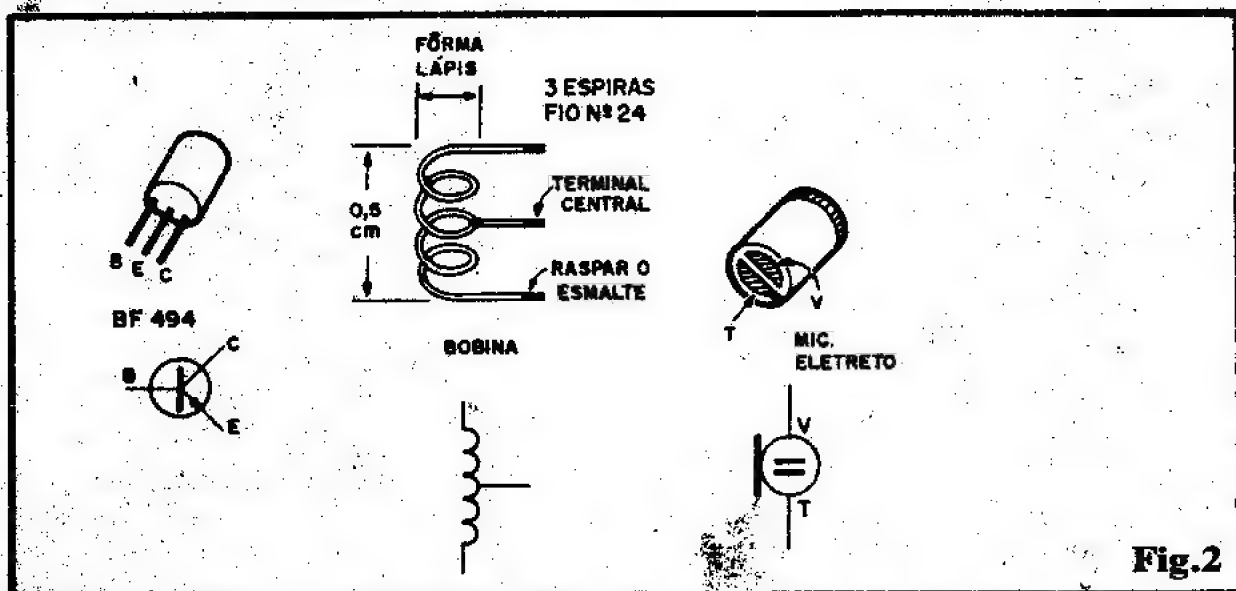
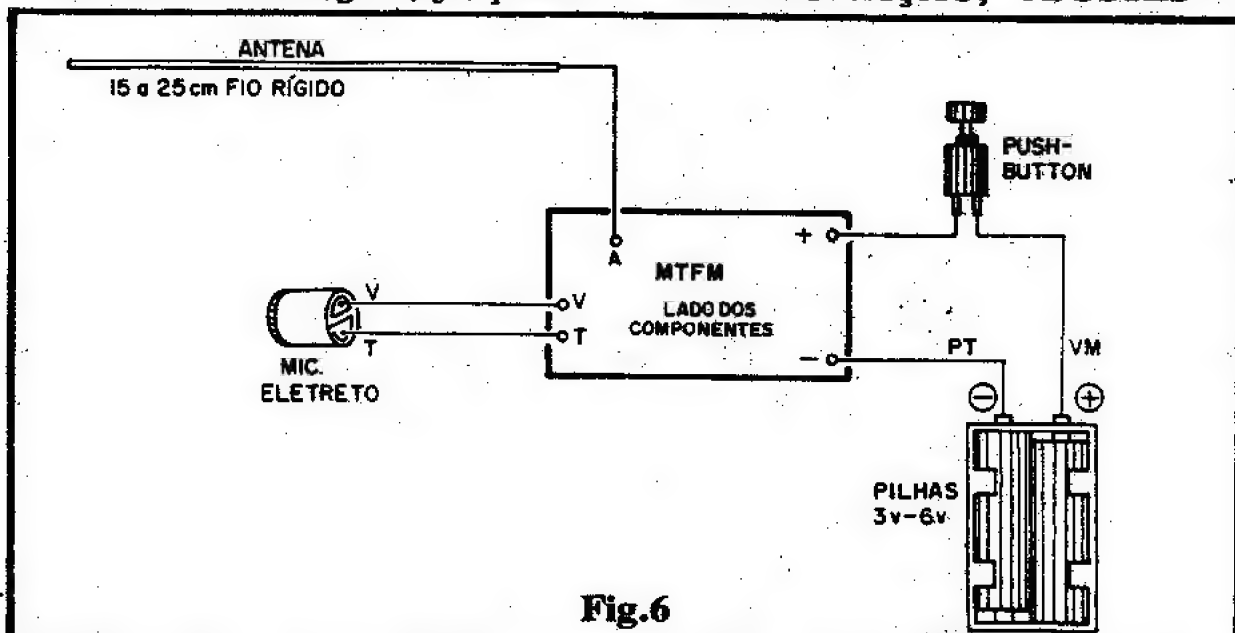

Fig.2
Fig.6
- **FIG. 2 - PRINCIPAIS COMPONENTES** - O diagrama mostra alguns dos principais componentes da montagem, em aparências, símbolos, pinagens e outros deta-
comprimento das tais "sobras" deixadas nas extremidades... Observar que todos os três terminais da bobina devem ter o esmalte raspado, senão a solda "não pega", causando má (ou nenhuma...) conexão elétrica, o que certamente obstará o funcionamento do circuito! Muita atenção a esse ponto... Finalmente, ainda na fig. 2, temos o microfone de eletreto, que mostra, na sua base, contatos polarizados, um "vivo" (V) e um "terra" (T), que devem ser previamente identificados pelo montador, uma vez que - se forem ligados invertidos ao circuito, não haverá captação do som...
- Posicionamento da bobininha, cujo comprimento total poderá ser levemente “puxado” (esticado), de modo a completar cerca de 0,5 cm. (rever fig. 2), com o que os terminais “baterão” direitinho com os respectivos furinhos da placa...
**- FIG. 6 - COMPONENTES E CONEXÕES EXTERNAS À PLACA** - Ficam fora da plaquinha, os seguintes itens: antena (não mais do que um pedaço de fio rígido, 15 a 25 cm., ligado ao ponto “A” por um pedacinho de fio flexível, ou mesmo diretamente...), o microfone de eletreto (atenção à identificação dos terminais - ver fig. 2 - e sua correspondência com a codificação “V” e “T” da placa), as pilhas (atenção à polaridade) e o push-button (interruptor momentâneo, tipo Normalmente Aberto). Todas as conexões estão devidamente codificadas e visualmente identificadas na fig. 6, que mostra a plaquinha ainda pelo seu lado não cobreado, apenas com a “eliminação” dos componentes sobre a placa, para descomplicar a coisa...